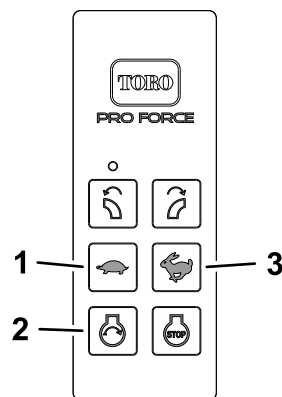

Figure 19
- Appuyez en continu sur le bouton de DÉMARRAGE DU MOTEUR (Figure 19) de la télécommande manuelle jusqu'à ce que le moteur démarre.
- Ajustez le régime moteur avec la télécommande manuelle en appuyant sur le bouton de HAUSSE ou de BAISSÉ du régime moteur (Figure 19).